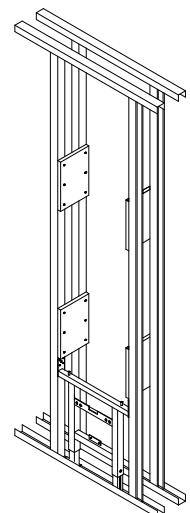

Abb. 3
- Die beiden Wandscheiben werden nun durch das Einbauen von Bauplattenstreifen (mind. 300 mm hoch) in allen Rasterfeldern mittels Schnellbauschrauben zug- und druckfest miteinander verbunden (Abb. 3).